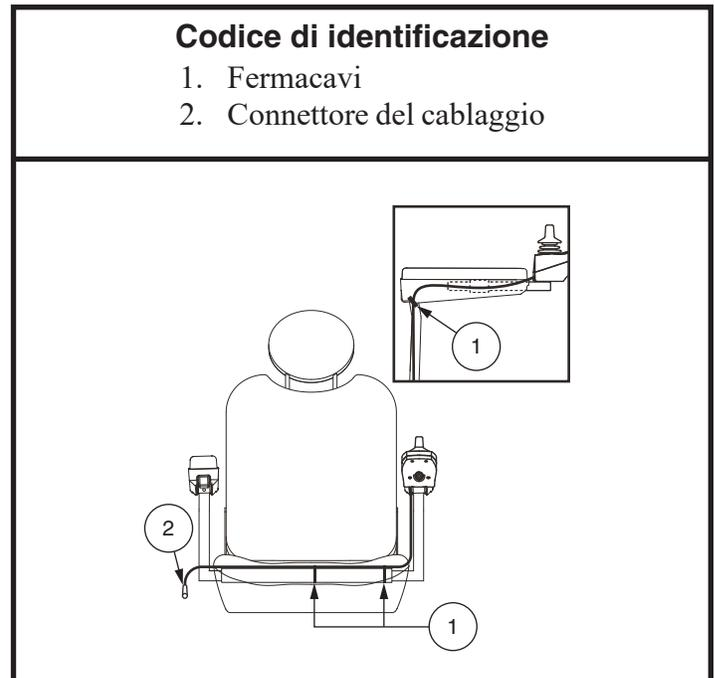

Figura 7. Cablaggio della centralina su un sedile sagomato
3. Sollevare il bracciolo verso l'alto, quindi instradare il cablaggio della centralina e fissarlo con le fascette come mostrato nella **figura 7**.